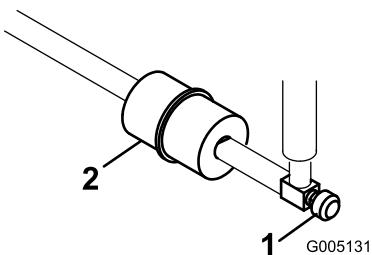

図 44
燃料フィルタはインラインタイプで、燃料タンクとキャブレタの間に設置してあります図 44。
1. 燃料バルブを閉じ、フィルタのキャブレタ側についているホースクランプをゆるめ、燃料ラインからフィルタを外す図 44。
2. フィルタの下に容器を置き、もう一方のクランプも外してフィルタを取り出す図 44。